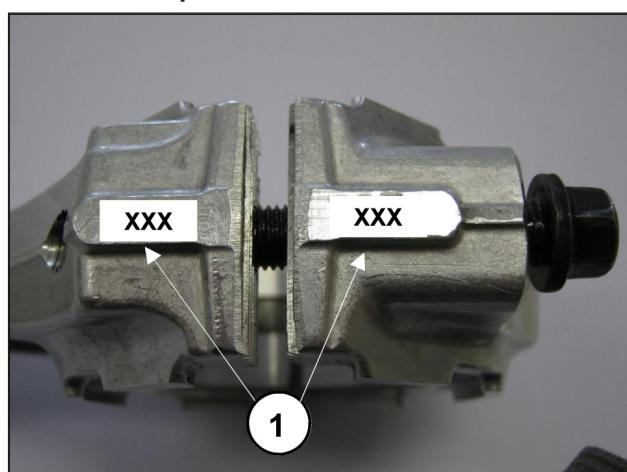

Fig. 9
- Emparelhe os chapéus da haste em suas relativas hastas, referindo-se à numeração (Fig. 9, pos. ①).